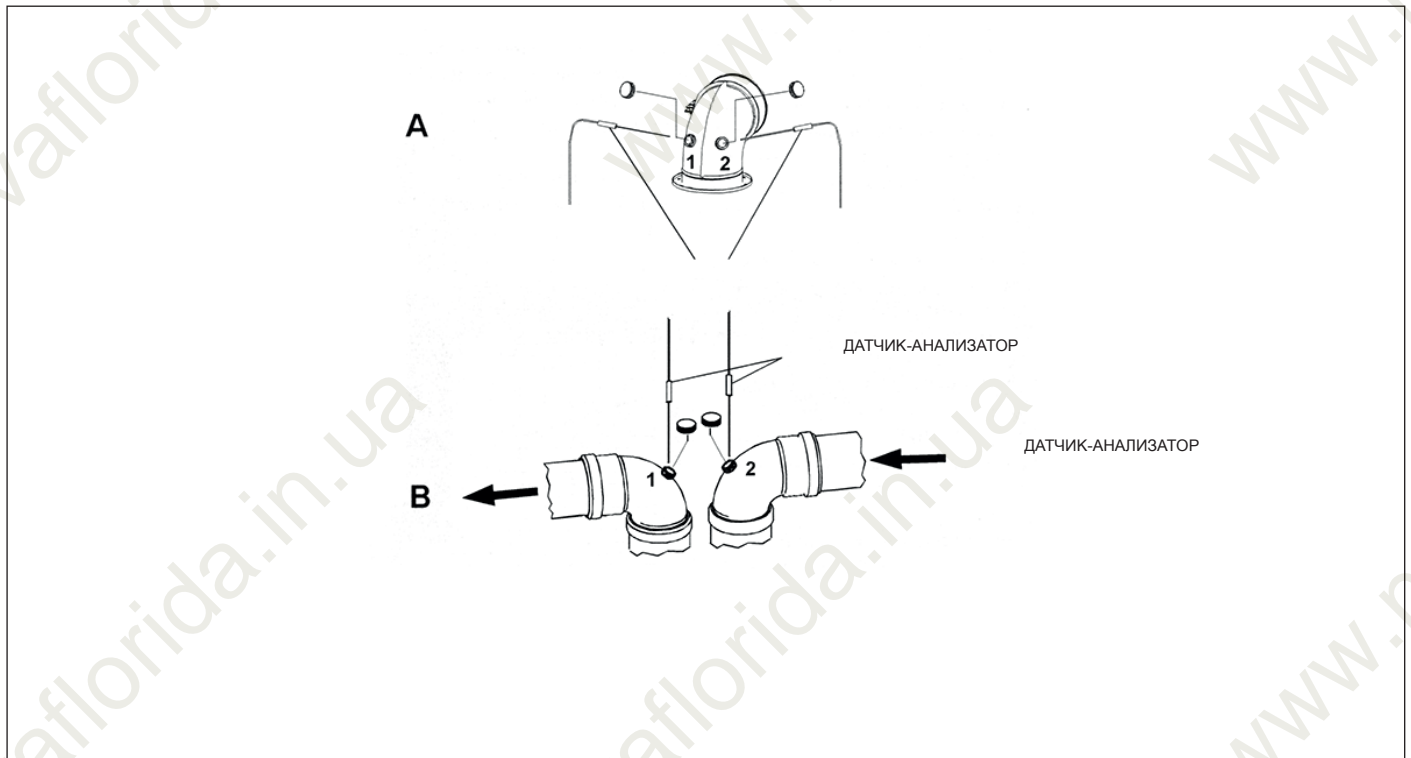

Рис. 12 Примеры мест для контроля дымовых газов
- измерить температуру воздуха для горения через отверстие 1 (см. см. (A) Рис. 12 Примеры мест для контроля дымовых газов для котлов с герметичной камерой сгорания, укомплектованных трубами со специальными отверстиями).
- измерить температуру дымовых газов и содержание CO₂ через отверстие 2 (см. см. (A) Рис. 12 Примеры мест для контроля дымовых газов для котлов с герметичной камерой сгорания, укомплектованных трубами со специальными отверстиями).
- измерить температуру воздуха для горения через отверстие 2 (см. см. (B) Рис. 12 Примеры мест для контроля дымовых газов для котлов с герметичной камерой сгорания, укомплектованных трубами со специальными отверстиями).
- измерить температуру дымовых газов и содержание CO₂ через отверстие 1 (см. см. (B) Рис. 12 Примеры мест для контроля дымовых газов для котлов с герметичной камерой сгорания, укомплектованных трубами со специальными отверстиями).